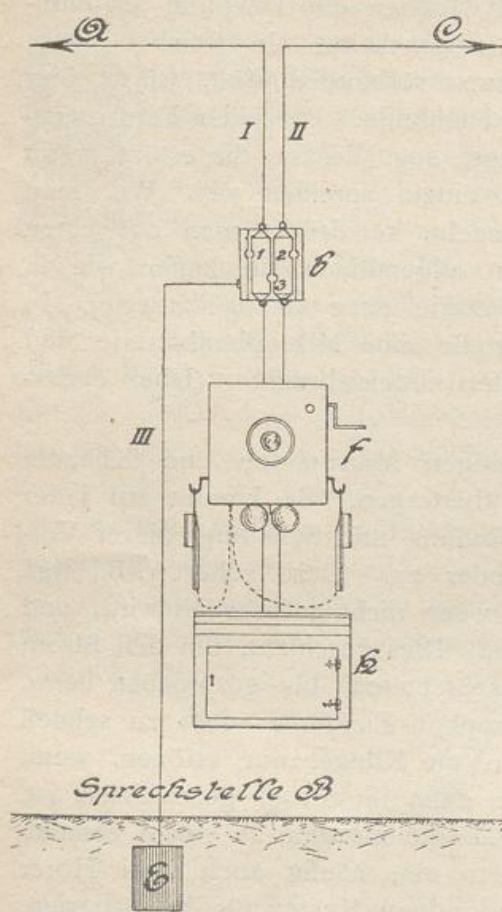

Abb. 699.
Die Wirkungen der beiderseitigen Mikrophone und Klingeln werden durch dieselbe Fernleitung übertragen. Es kommt auf jeder Sprechstelle allerdings auf die Verbindung und Schaltung dieser Vorrichtungen (im Gehäuse) gegeneinander an. Dazu gehört z. B., daß der Hörer immer angehängt bleibt, wenn nicht gesprochen wird, und zwar so lange, bis die Klingel ertönt. Dies geschieht, um den Strom der Mikrophonbatterie so lange auszuschalten, bis gesprochen bzw. gehört werden soll, damit die Mikrophon-Elemente nicht zu schnell abgenutzt werden. Andererseits kann die Klingel nur ertönen, wenn der Hörer angehängt ist, weil nur dann ihr Strom geschlossen ist. Fernsprecher (Mikrophon) und Klingel sind meistens in einem gemeinsamen Gehäuse vereinigt, an welchem ein, häufig auch zwei Hörer angehängt sind; darunter ist ein besonderer Kasten für die Batterien. An Stelle der vorerwähnten Batterie Klingel mit Knopf wird jetzt meistens eine andere Klingeleinrichtung gebraucht, nämlich eine Kurbel, die aus dem Fernsprechgehäuse herausragt und zu einer magnetischen Maschine gehört (Magnetinduktor), welche den Strom zum Klingeln (ohne Batterie) erzeugt, wenn man die Kurbel dreht. Meistens sind für die Klingel zwei Glocken nebeneinander angebracht, zwischen denen der Klöppel spielt. Sollen bei dieser Einrichtung bestimmte Rufzeichen mit der Klingel gegeben werden (vergl. unten den Fußvermerk ¹⁾), so ist ein Knopf an dem Gehäuse angebracht, auf welchen in gewisser Folge kurz oder länger gedrückt wird, während man die Kurbel dreht (der Knopf unterbricht nach Bedarf den Strom). In Abb. 699 ist die vollständige Einrichtung einer Sprechstelle (B),